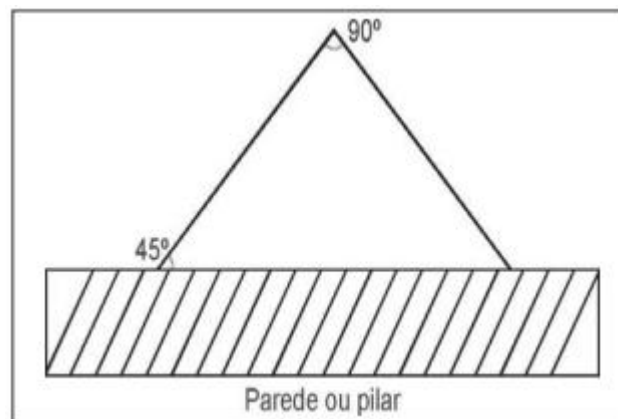

Figura 1 - Instalação de placa angular
6.5.8 As placas utilizadas na sinalização podem ser do tipo plana ou angular; quando angular, devem seguir as especificações conforme demonstrado na Figura 1, abaixo: